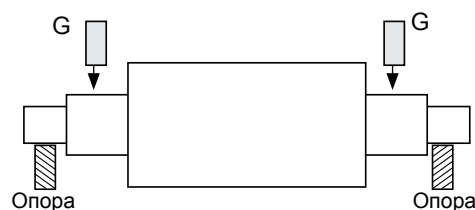

Рис. 3.30
- (2) После шлифовки ступеньки (опорной поверхности валка) отшлифуйте шейку прокатного валка. После шлифовки замерьте отклонения от круглости, радиальное биение и отклонения от цилиндричности (Рис. 3.30). Установите внутреннее кольцо подшипника меткой 0 или E к метке минимального радиального биения шейки прокатного валка.